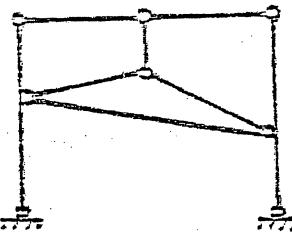

图1
1、图1所示体系是几何_____变体系,有_____个多余约束。